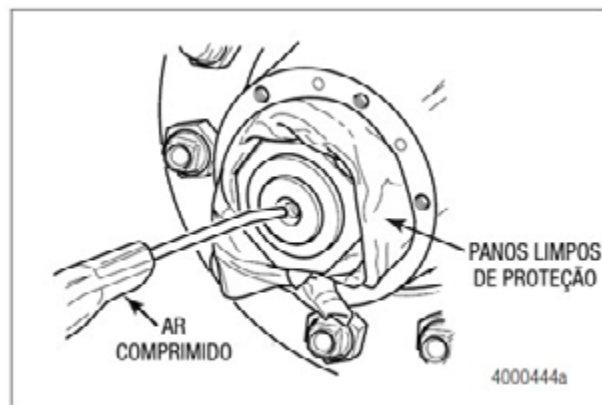

Figura 2.37
11. Remova todos os componentes do dispositivo de furação do eixo. Limpe a extremidade do eixo. Use ar comprimido para limpar o furo perfurado. Figura 2.37.
13. Remova o guia de rosca. Limpe a extremidade da ponteira. Use ar comprimido para limpar o furo roscado. Figura 2.37.